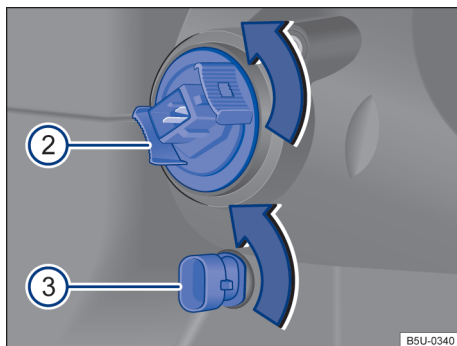

Fig. 110 No compartimento do motor: vista traseira do farol dianteiro (2) indicadores de direção e (3) luz de posição.
| → Fig. 109 e → Fig. 110 | (A) | (B) | (C) |